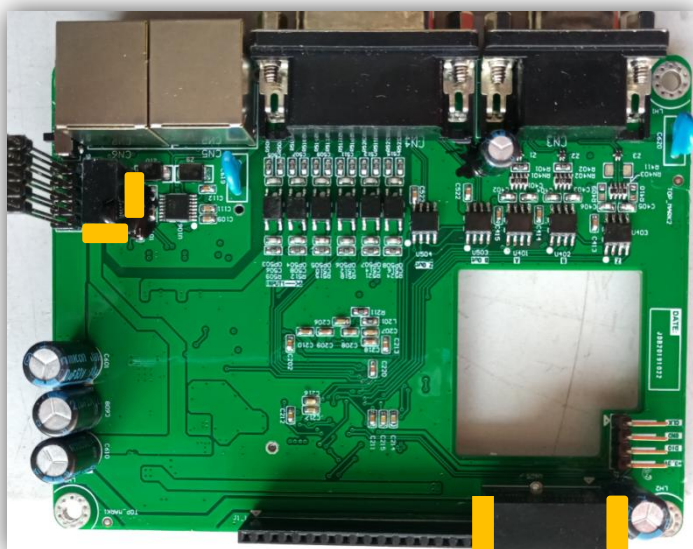

图 12
4.1 检查隔离电源模块 U604, U605 点 704 固定胶 点胶位置为 黄色 标识区域（见图 12）